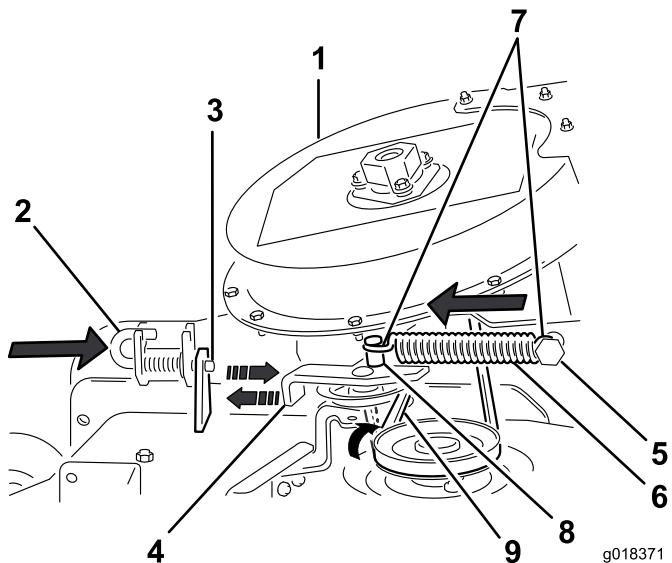

図 25
6. ラッチピンをロック位置にセットする図 25。
- アイドラーの下にベルトを仮置きする 図 25。
- アイドラピボットブラケットを固定スプリングポスト側に移動させる。スプリングを取り付けるスプリングのフックをアイドラスプリングポストに引っ掛ける 図 25。
- スプリング付きアイドラーをスプリングポストから引き離し、ベルトを刈り込みデッキのプーリに回しかける 図 25。